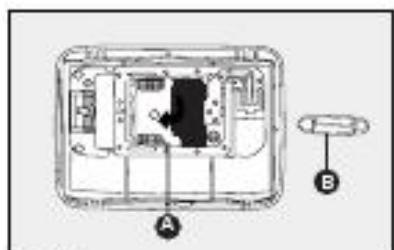

fig. 60
5) abrir a tampa **A**-fig. 60 no sentido indicado pela seta;
6) retirar a lâmpada **B**-fig. 60 e substituí-la;